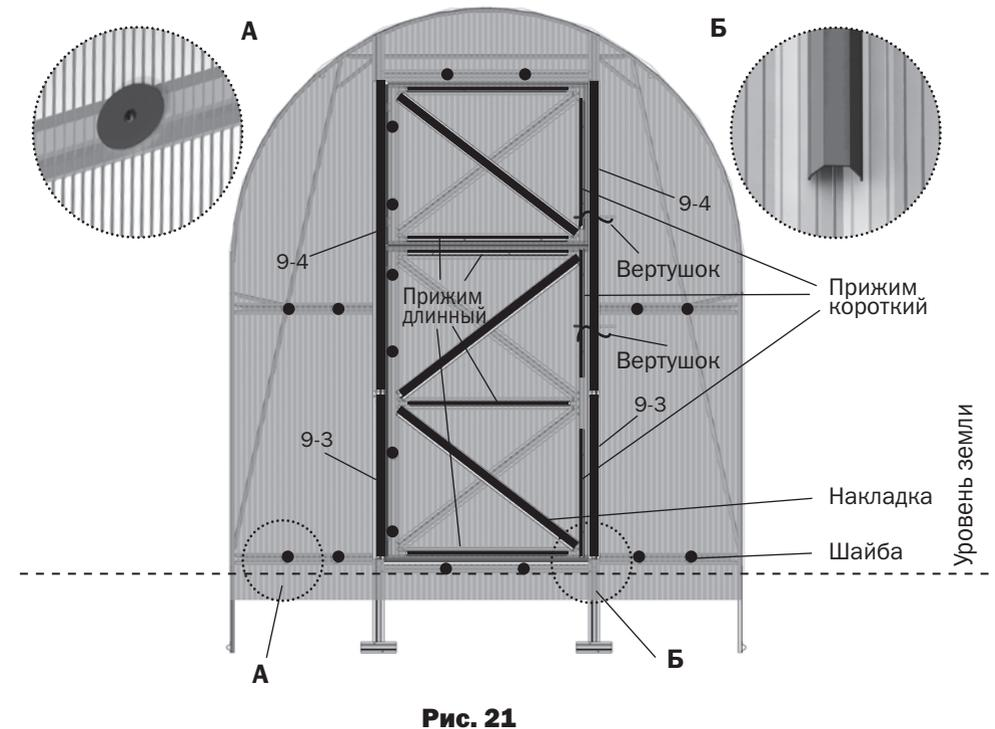

Рис. 21
8. Шайбы и прижимы на торце устанавливаются в соответствии с **рис.21**.